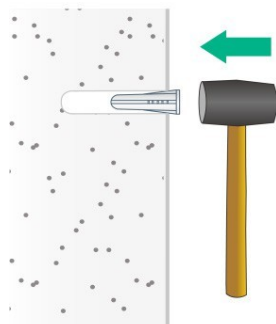

Figura 2-5 Bucha fixa
3. Use um martelo de borracha para bater a bucha plástica no orifício de montagem até que esteja nivelada com a parede, conforme mostrado na Figura 2-5.